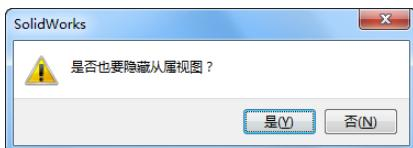
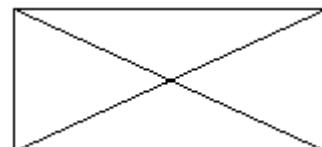

图 8-40 提示信息
图 8-41 被隐藏的视图
① 打开例 8-6 中创建的工程图。在特征管理器设计树或图形区域中右击要隐藏的视图。
② 在弹出的快捷菜单中选择“隐藏”命令，如果该视图有从属视图（局部、剖面视图等），则会弹出询问对话框，如图 8-40 所示。
③ 单击“是”按钮，将会隐藏其从属视图。单击“否”将只隐藏该视图。此时，视图被隐藏起来。当光标移动到该视图的位置时，将只显示该视图的边界。
④ 如果要查看工程图中隐藏视图的位置，但不显示它们，则在菜单栏中选择“视图”→“被隐藏视图”命令。此时被隐藏的视图显示图 8-41 所示的形状。